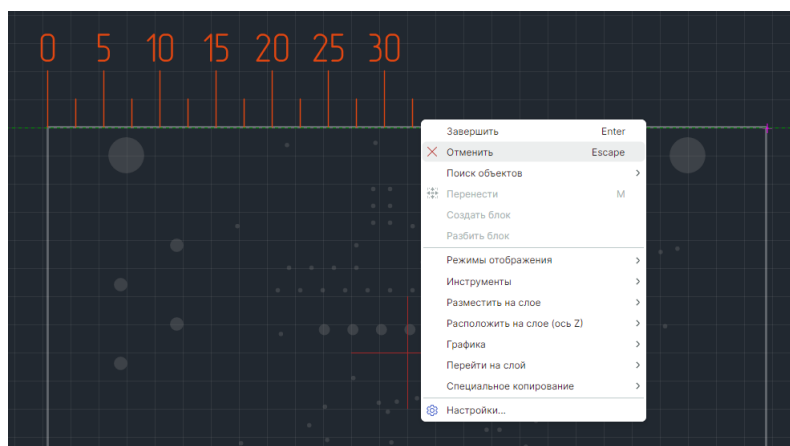

Рис. 424 Отмена размещения размерной линии
5. Размещение линии можно отменить, для этого нажмите клавишу «Escape» или вызовите контекстное меню и выберите «Отменить», см. Рис. 424.